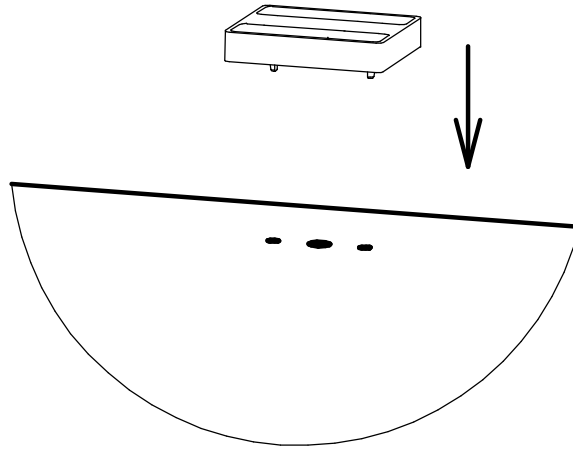

Рисунок 4 - Схема установки проставки пластиковой.
5.4.3 Установите проставки пластиковые поз.4 в отверстия возле крепежных мест (рис. 4).